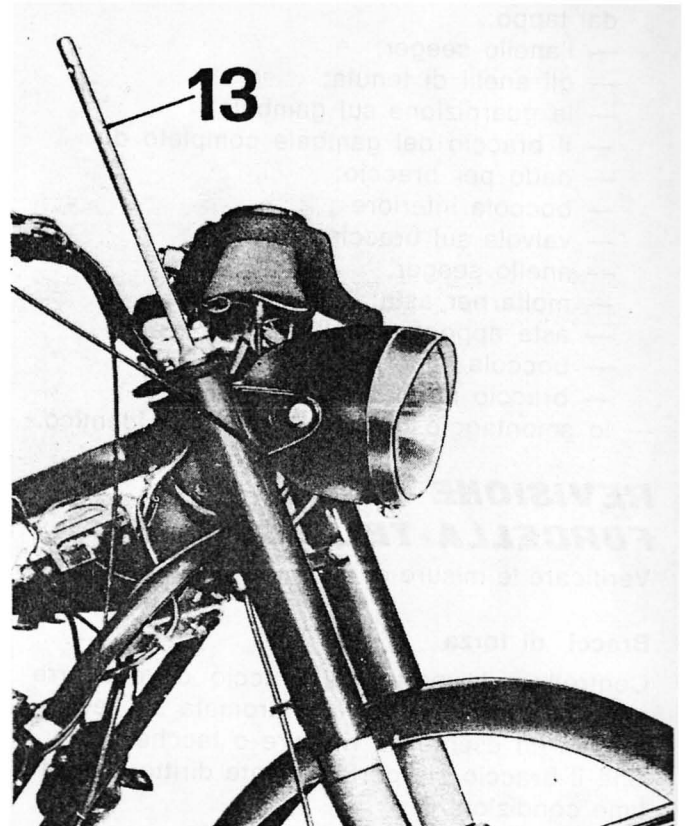

Fig. 82
- la testa di sterzo, per staccare i due bracci forcella dalla testa adoperare apposito punzone n° 10909500 (13 di fig. 82), questo viene avvitato al braccio e battuto dall'alto verso il basso, dopo aver svitato i bulloni della base;